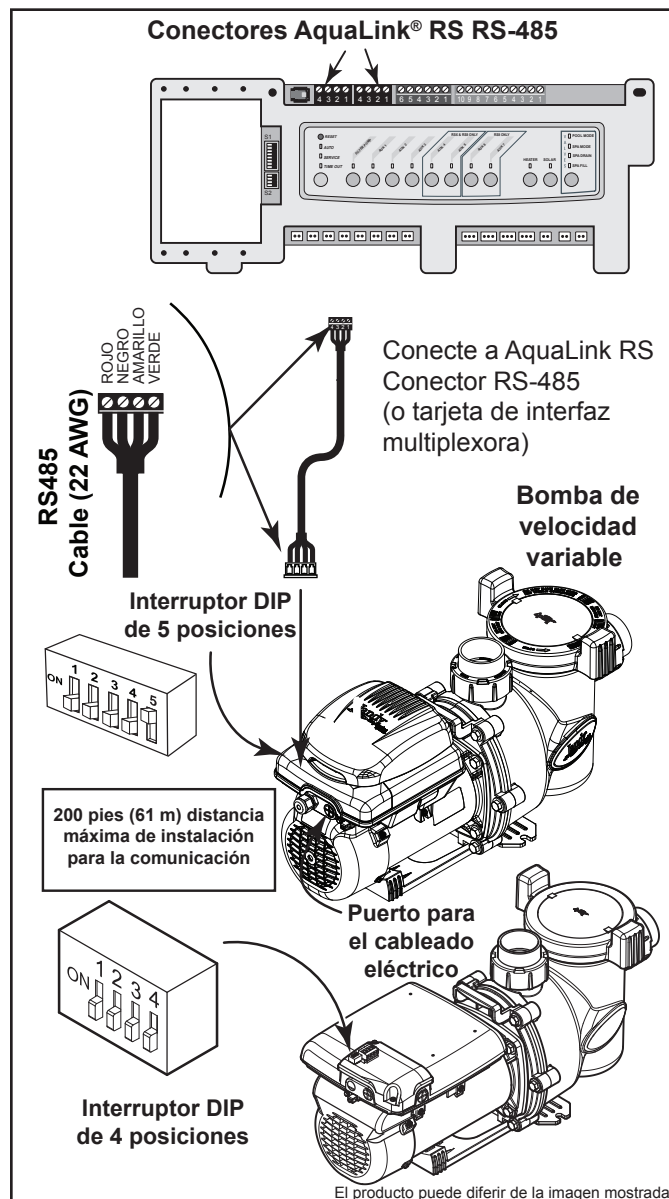

Figura 7. Cableado del controlador AquaLink RS o AquaLink PDA a la bomba VS-FHP1.0
2. Retire un (1) tornillo y la cubierta de acceso para completar las conexiones eléctricas al motor.
3. Para la VS-FHP1.0, deslice los interruptores 1 y 2 hacia abajo, quedando en la posición "OFF" (apagado). Si corresponde a su modelo de bomba DIP interruptor deslizante 5 hasta la posición de "ON" (encendido). Véase Figura 7.
- b. Conecte el cable nuevo RS-485 del AquaLink a través del aditamento de compresión disponible y pase el cable conductor tetrafilar a través del puerto roscado de la unidad del motor que esté más cerca al conector. Figura 7.
6. Conecte el otro extremo del cable al conector RS-485 en el AquaLink® RS (o tarjeta de interfaz multiplexora), haciendo coincidir los colores de los alambres con las posiciones del conector de la siguiente manera: 1-rojo, 2-negro, 3-amarillo y 4-verde. Véase Figura 7.
10. Prepare el cable e inserte otro conector de 4 pines asegurándose de que los colores del alambre concuerden con la Figura 7.
13. Verifique que la configuración del interruptor DIP concuerde con la Figura 7.